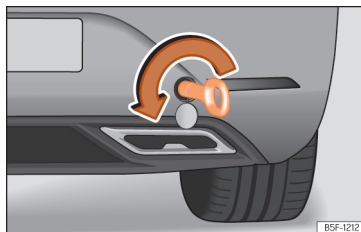

Fig. 215 No lado direito do para-choques traseiro: argola de reboque enroscada.
- Enrosque a argola de reboque no alojamento girando-a ao máximo **no sentido contrário ao dos ponteiros do relógio** »» Fig. 215 , »» ①. Utilize um objeto adequado com o qual possa enroscar completa e firmemente a argola de reboque no seu alojamento.